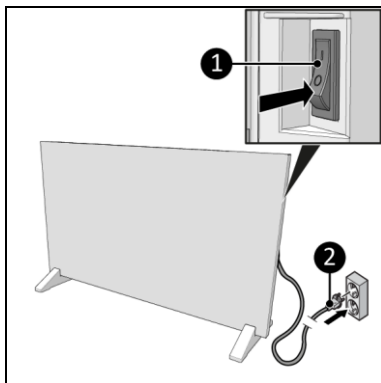

Figura 14
2. Asigurați-vă că comutatorul ON/OFF este în poziția OFF (Figura 14, poz. 1).
3. Introduceți ștecărul (Figura 14, poz. 2) într-o priză de perete cu împământare, ușor accesibilă. Utilizați o priză de perete cu împământare, cu o putere minimă de 2500 W.